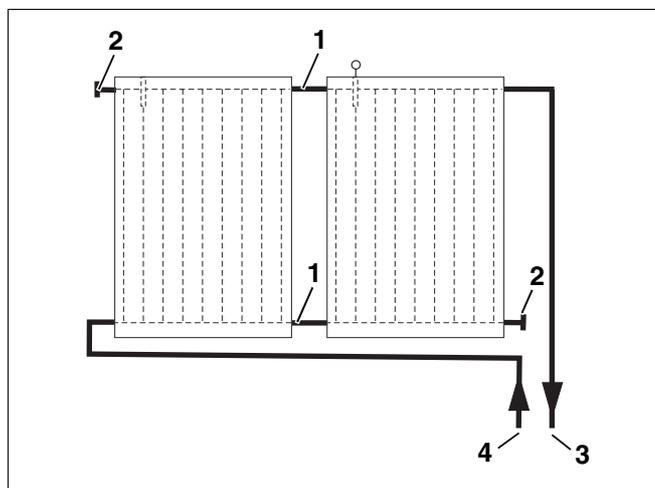
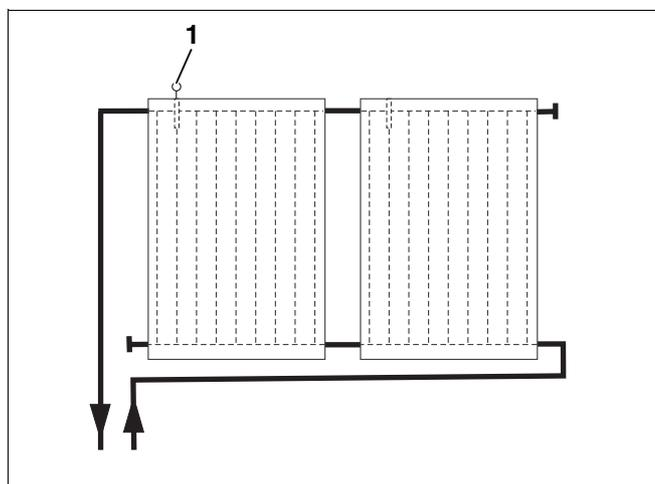

Fig. 40 Raccordement hydraulique – conduite de départ droite
Fig. 41 Raccordement hydraulique – conduite de départ gauche
Le champ de capteurs doit être raccordé selon le principe de "Tichelmann" ce qui garantit le même débit pour chaque capteur (fig. 40).
La conduite de départ peut se situer à droite (fig. 40) ou à gauche en haut (fig. 41). Dans cette notice, les exemples sont basés sur une conduite de départ placée à droite.
Les capteurs doivent être montés de manière à ce que la gaine de réception de la sonde du capteur (fig. 41, **pos. 1**) soit orientée vers le haut.